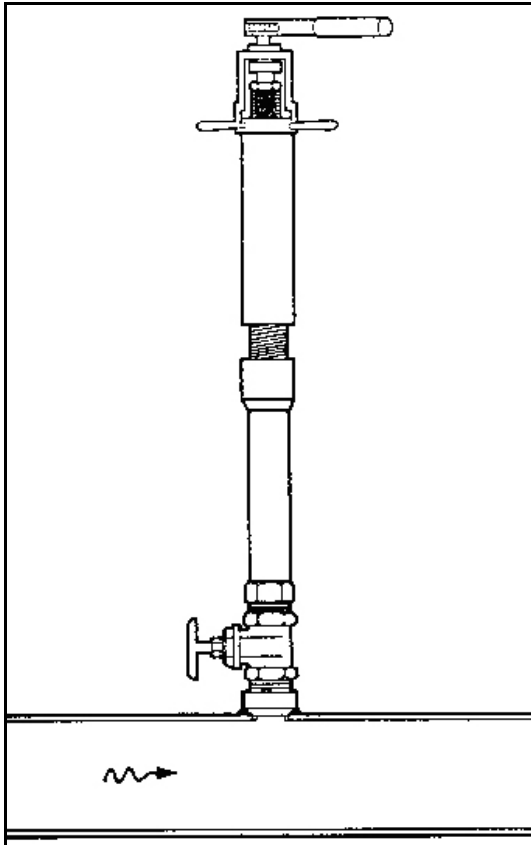

Abb. 10 Bohrmaschine mit Adapter auf Absperrventil
6. Montieren Sie den Adapter für die Bohrmaschine auf dem Absperrventil [Abb. 10].